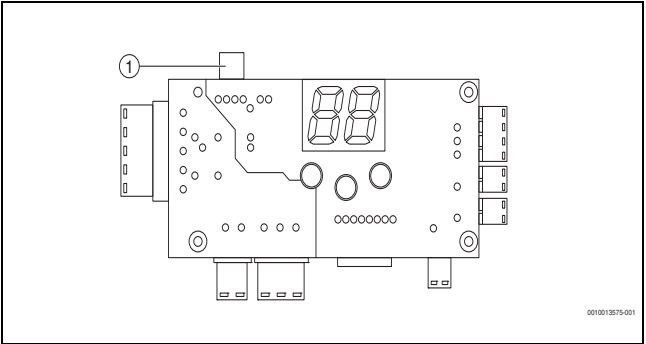
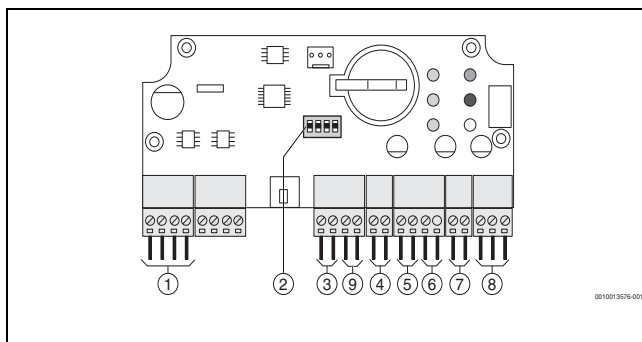

Bild 3 Anschluss D der Heizgerätbedieneinheit
Bild 4 Anschlüsse des EKR-Moduls
- ▶ Steuerung des Heizgeräts (Anschluss D→Abb. 3) an den gekennzeichneten Klemmen des EKR-Moduls (Anschluss J1→Abb. 4, [1]) mit dem Datenkabel verbinden. Das Datenkabel ist Bestandteil der Lieferung.
- Anschluss B7 (NC), B8 (COM), B9 (NO) - Störungsmeldungen Heizkessel